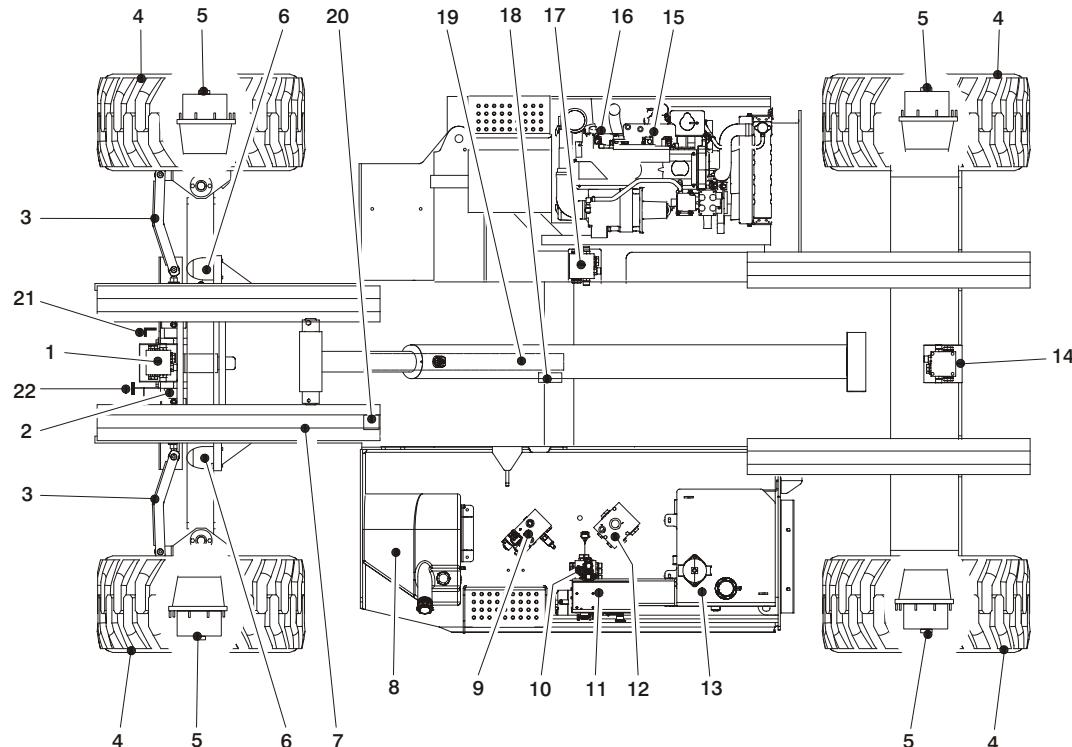

Figura 2-1. Diagrama de inspección visual diaria
5. **Inspección visual** – Consultar la Figura 2-1.